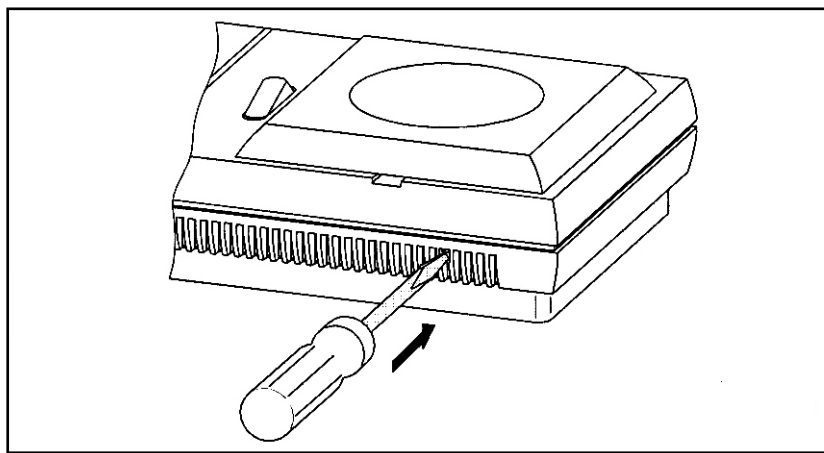

Рис. 5
Для монтажа регулятора комнатной температуры необходимо снять ручку настройки температуры вместе с юстировочным диском. После чего нажатием пружин на нижней части корпуса отделить крышку корпуса от ее нижней части при помощи отвертки (рис. 5 слева и справа) Нижнюю часть корпуса прикрепить на стене и подключить как на рисунке 6.
Снятие крышки корпуса посредством нажатия пружин нижней части корпуса (рис. 5 слева и справа) открывает доступ к потенциометру (7), на котором можно установить режим пониженной комнатной температуры в пределах от 2 до 10 К.